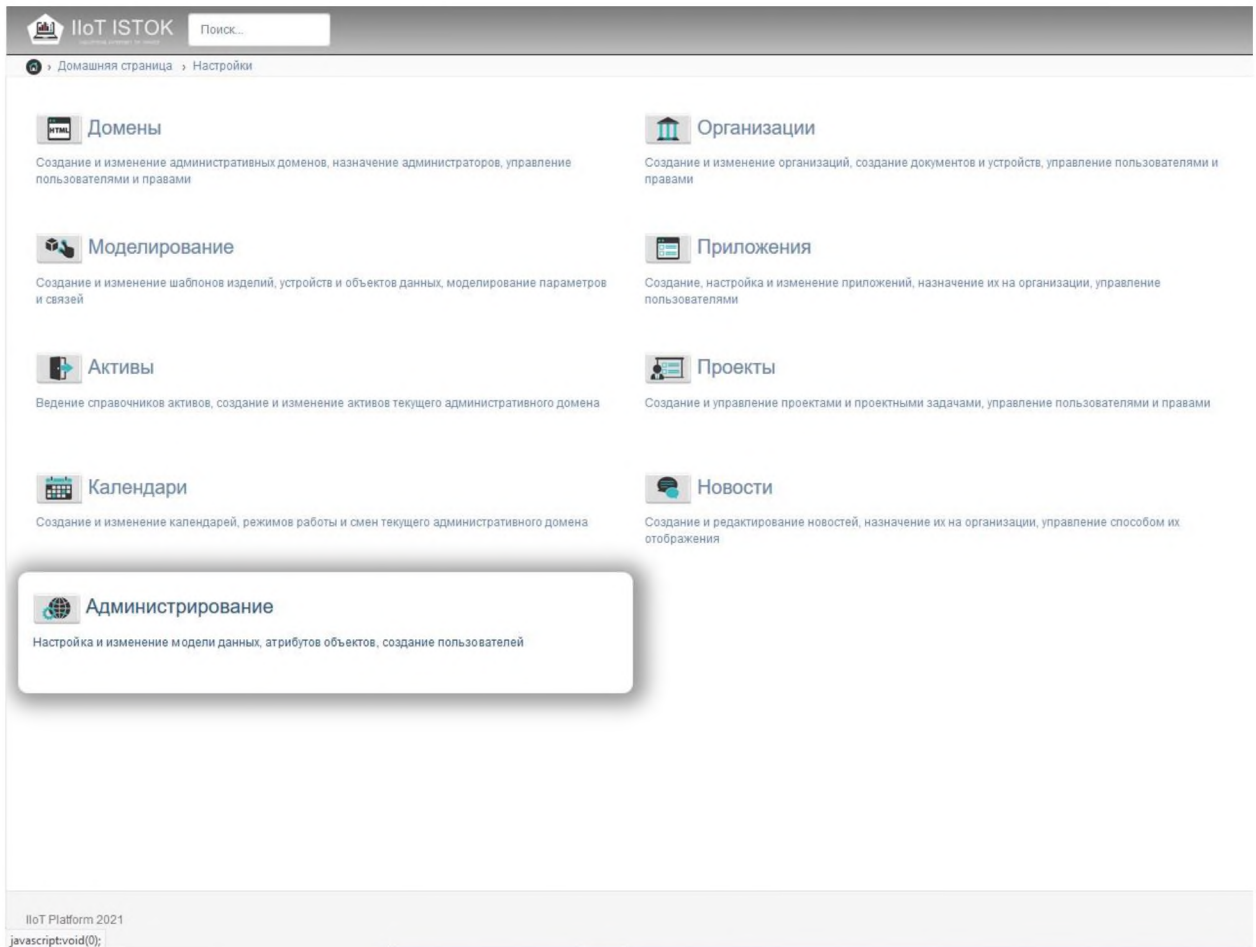

Рисунок 1 – Меню настроек. Раздел **Администрирование**
2) В меню настроек нажмите на раздел **Администрирование** (рис. 1).